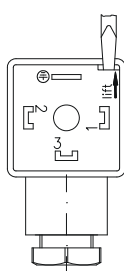

Abb. 6
- ↪ Öffnen Sie das Innenteil ⑧ der Leitungsdose ② mit einem Schraubendreher oder einem ähnlichen Werkzeug (→ Abb. 6).